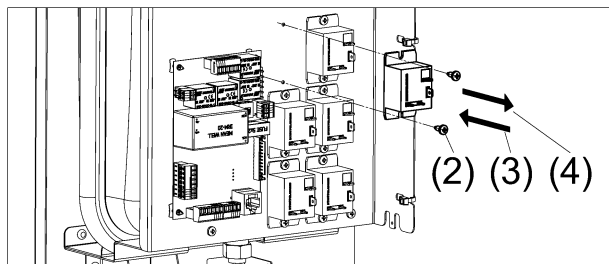

Рисунок 17. Замена реле
- (1) Отсоедините провода от реле, которое нужно заменить (см. рис. 17);
- (2) Открутите крестовой отвёрткой два самореза, фиксирующие реле;
- (3) Снимите реле;
- (4) Установите новое реле взамен прежнему;
- (5) Подсоедините отсоединённые провода.